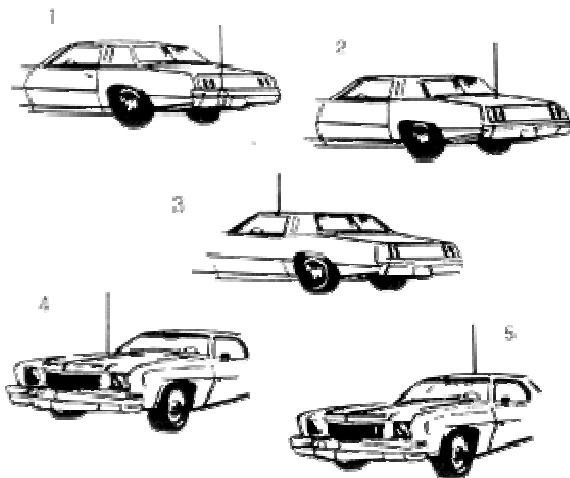

Рис. 3. Типичные места установки автомобильных антенн.
В Си-Би диапазоне наибольшее распространение получили антенны с вертикальной поляризацией. Это связано с тем, что на автомобиле сложно разместить эффективную antennу с горизонтальной поляризацией, а Си-Би связь в основном применяется для мобильных объектов. Из этих же соображений применяются антенны с круговой диаграммой направленности типа "GP" (Ground Plane). В общем случае имеются два типа антенн для мобильных Си-Би радиостанций - полноразмерный штырь длиной 1/4 волны (2,75 м) и укороченная согласованная штыревая антenna (от 0,5 до 1,9 м). Из-за большой длины полноразмерных антенн на автомобилях применяются, в основном, укороченные антенны длиной не менее 1,2 м, в различных конструктивных исполнениях с креплением через отверстие в крыше, на кронштейне за отбортовку водостока или на магнитном основании (см. рис. 3).
На рис. 3 показаны пять типичных мест установки автомобильной антены: (1) задний бампер, (2) задняя крышка багажника, (3) отбортовка для стока воды, (4) капот, (5) крыша.